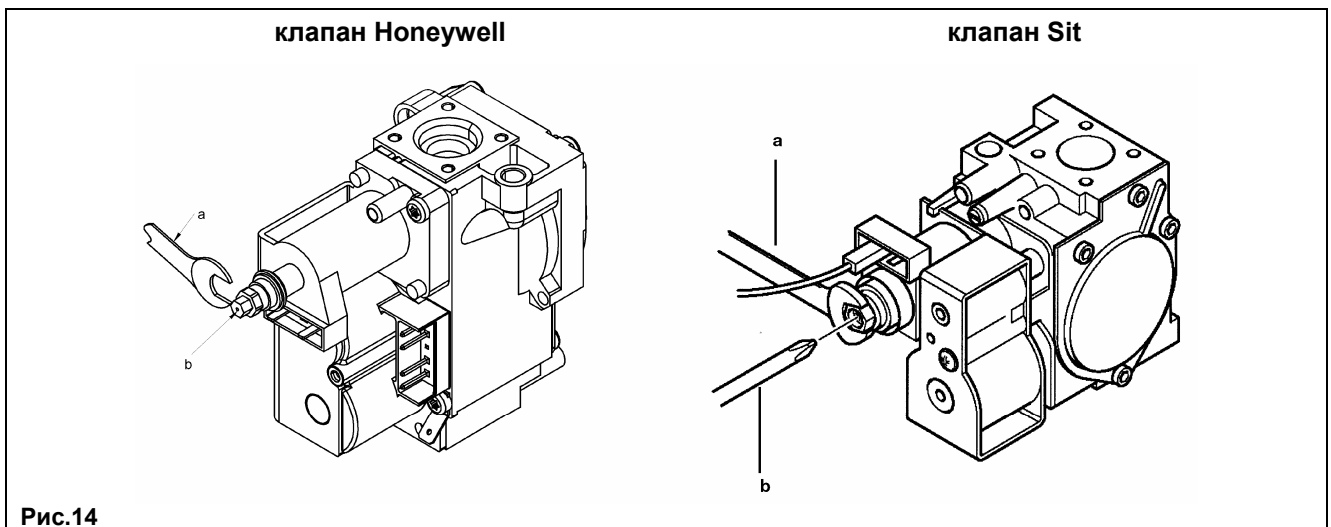

Рис.14
- Проверить давление газа на горелке согласно таблице 1 для соответствующей модели котла и соответствующего типа газа. При необходимости снять крышку модулятора и поворачивать латунный винт (винт **a**, рис.14) до достижения давления, указанного в таблице 1 для соответствующей модели котла и соответствующего типа газа.
- Отсоединить провод питания модулятора. Котел перейдет в режим минимальной мощности. Проверить давление газа на горелке согласно таблице 1 для соответствующей модели котла и соответствующего типа газа. При необходимости и поворачивать винт (винт **b**, рис.14) до достижения давления, указанного в таблице 1 для соответствующей модели котла и соответствующего типа газа.